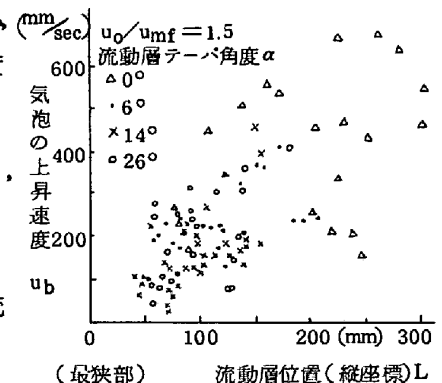

図2. 流動層の位置と気泡の上昇速度
(2) 気泡の上昇速度: 実験結果を図2に示す。従来、流動層中の気泡の上昇速度について、液中気泡とのアナロジーにより、基本式として、 $u_b = 0.711(\rho d_b)^{1/2}$ が提唱されているが、⁵⁾ 図2の結果はこの式とかなり離れた小さい値を示している。これは、最小流動化速度 u_{mf} 、したがって操作ガス流速 u_o (空塔基準)の大きい粗粒流動層の特徴と考えられる。すなわち、微粉流動層では、 $u_{mf} = 5 \sim 50 \text{ mm/sec}$ のオーダーであり、気泡の上昇速度は $50 \sim 500 \text{ mm/sec}$ といわれているので、 $u_b \gg u_{mf}$ となり、気泡を貫通(leak)するガスを無視できる。一方、この実験では、 $u_{mf} = 3.6 \text{ m/sec}$ であり、逆に、 $u_b \ll u_{mf}$ であって、気泡の存在による上昇ガス量は、激しいleakにより支配されるので、液中気泡とのアナロジーが成立しない。
(3) 粗粒流動層の操作ガス流速についての考察: 2次元のポテンシャル流れについての理論から、2次元流動層中の気泡を貫通するガス流速は $2u_{mf}$ であることが導出される(同じく、3次元の場合、 $3u_{mf}$ となる)⁵⁾。これが粗粒流動層においても成立する、と仮定すると、次のことがいえる。